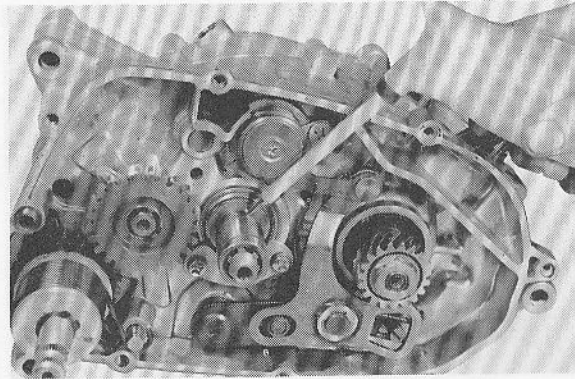

Fig. 3-4-16
- 1) Apply motor oil SAE 10W/30 to contact surfaces of moving parts. (Fig. 3-4-16)
- 1) Appliquer de l'huile moteur SAE 10W/30 sur les surfaces de contact des pièces mobiles. (Fig. 3-4-16)